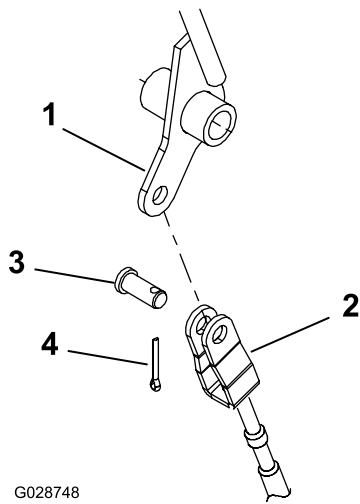

Bild 9
- Bringen Sie die Lastöse des Zapfwellenzugs mit einem Lastösenbolzen und Splint im Loch im Zapfwellenhebel an (Bild 9).